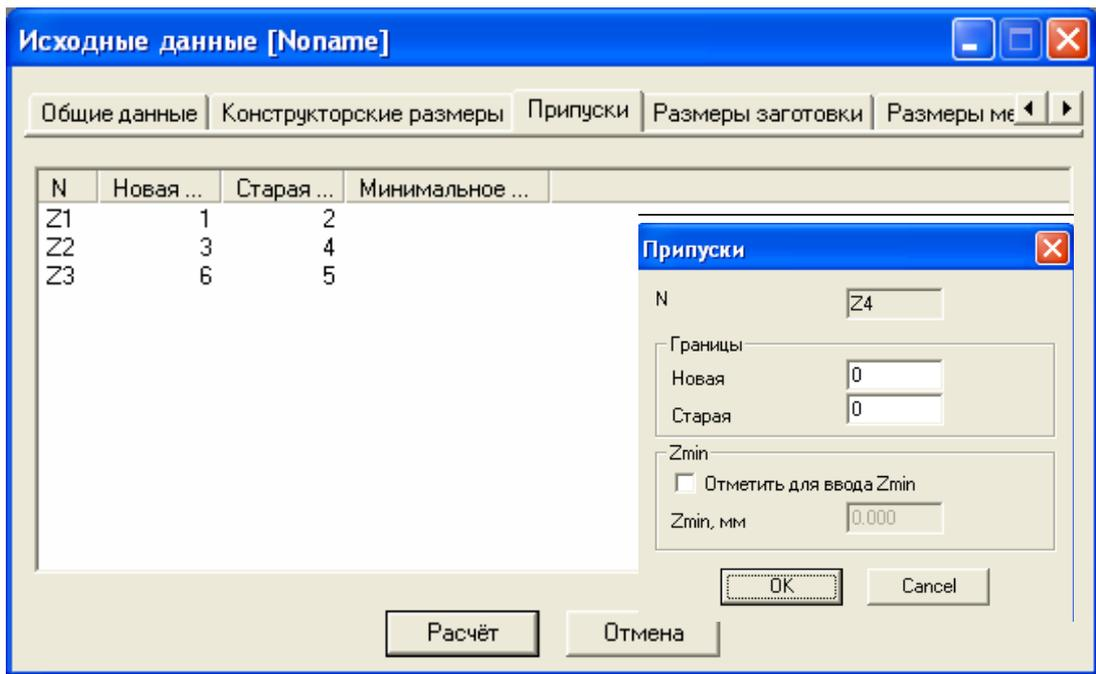

Рисунок 7 - Вкладка "Припуски"
3.4 Во вкладке «Припуски» указываем границы припуска. Новая – номер поверхности после обработки, старая – номер поверхности до обработки (рисунок 7).